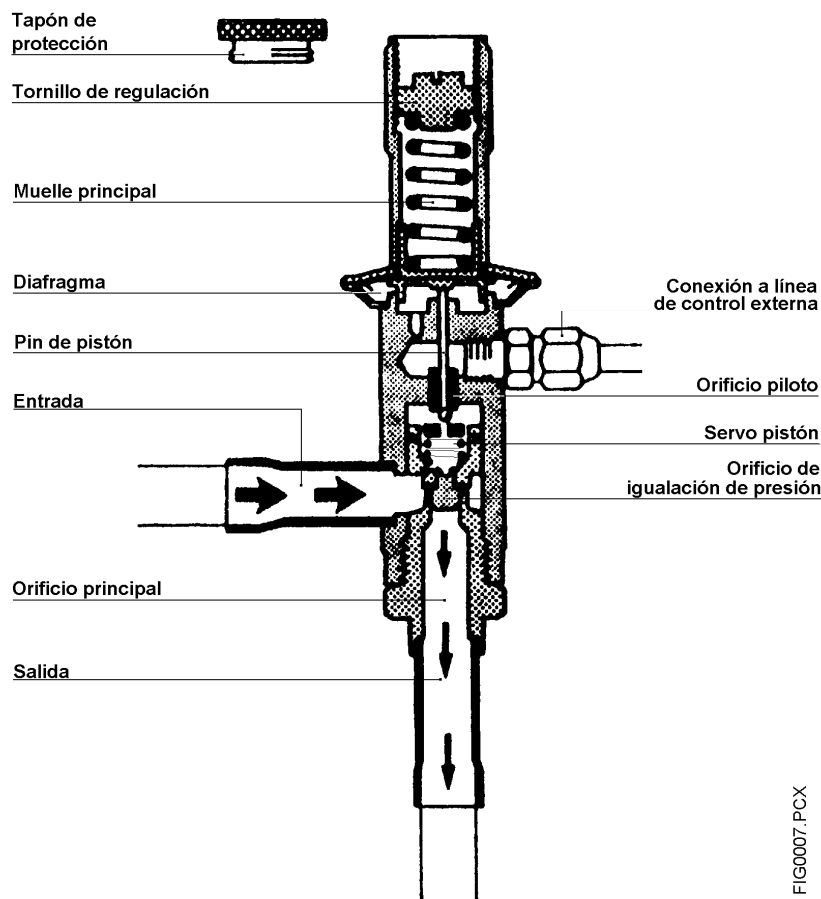

Figura A-6. Válvula de bypass
A.3.1.5 Válvula de bypass (Figura A-6)